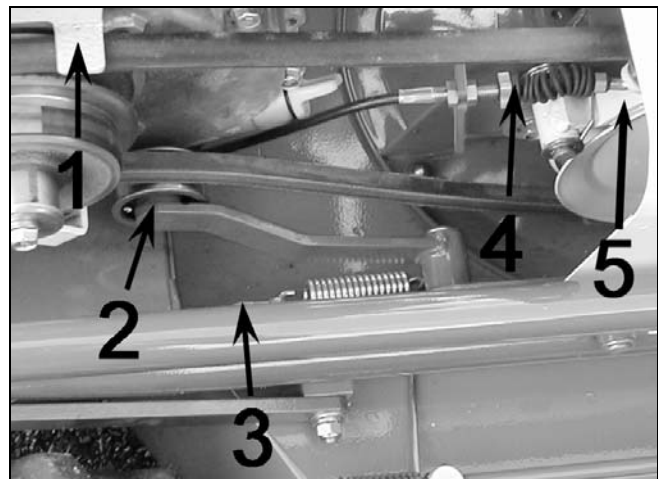

Figure 17
- Si la courroie patine sur les poulies, tendre le câble à la poignée d'embrayage de la lame ou au repère 3 de la figure 17 pour que la poulie (Figure 17, repère 2) tende plus.
Réglez le câble (Figure 17, repère 4) qui freine la poulie.
Vous devez contrôler le frein de lame (figure 17, repère 5) toutes les semaines car c'est une pièce d'usure. Sa méthode de contrôle consiste à mesurer le temps que la lame met pour s'arrêter lorsque vous relâchez la poignée d'embrayage. Si son temps dépasse les 7 secondes, faites changer le frein de lame par votre revendeur immédiatement.